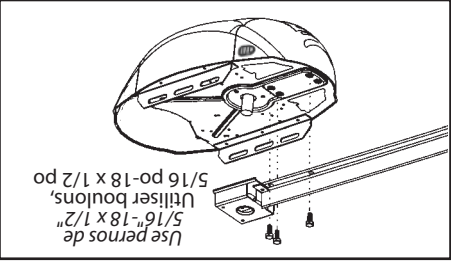

FIG. 1-2 Riel - Conjunto de la caja de control
(Fig. 1-2).
1. Fixer le rail à la tête motorisée en alignant le pignon sur l'arbre du moteur. Utiliser (3) boulons, 5/16 po-18 x 1/2 po (Fig. 1-2).